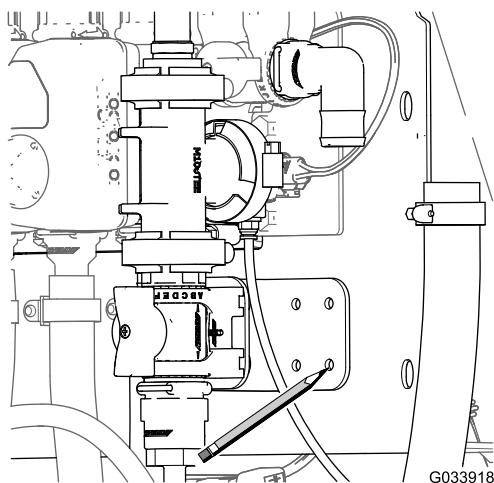

図 16
3. 制御バルブのブラケットを型紙として、ブラケットの穴の位置をマニホールドマウントの表面にマーキングする図 16。